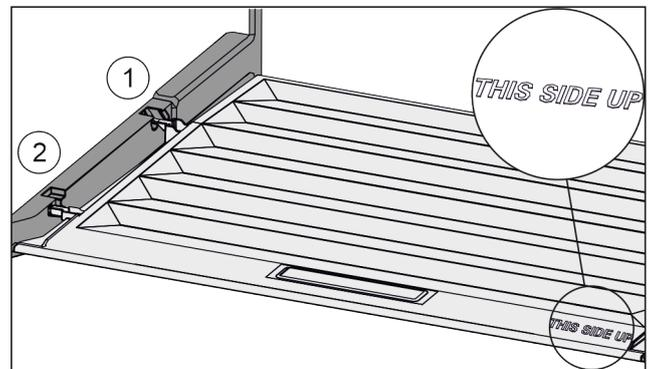

Fig. 47
- ▶ Introduzca los nervios de la tapa por la abertura del soporte trasero Fig. 47 (1) y encájelos por delante en el soporte Fig. 47 (2).